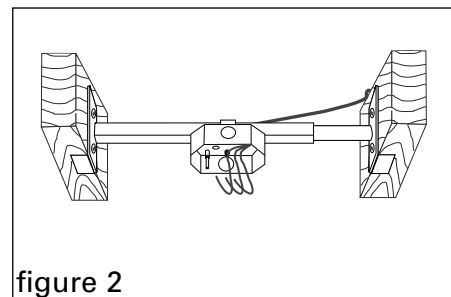

figure 2
2. Loosen the locknuts that clamp the electrical box to the bar and slide the box to the desired location (outer tube of bar only). See figure 2. Retighten the locknuts securely. Pull wire into box using clamp provided. **Do not overtighten. Tighten with hand only. DO NOT USE POWER TOOLS TO TIGHTEN.**
2. Dévissez les contre-écrous qui brident la boîte électrique à la barre et faites glisser la boîte à l'emplacement désiré (tube extérieur de la barre seulement). Voir figure 2. Resserrez bien les contre-écrous. Tirez le fil à l'intérieur de la boîte à l'aide du serre-câble. **Ne pas trop serrer. Serrez manuellement seulement. N'UTILISEZ PAS D'OUTILS MÉCANIQUES POUR SERRER.**